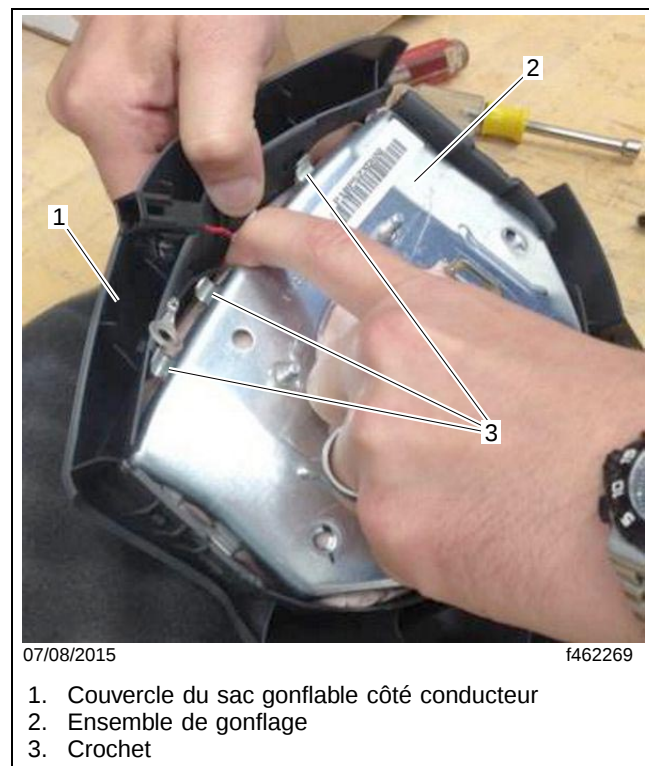

Fig. 6, Déposez l'ensemble de gonflage
- 12.4 Tirez doucement sur l'ensemble de gonflage de manière à maintenir un espace entre les crochets et les fenêtres. Reportez-vous à la **figure 6**.